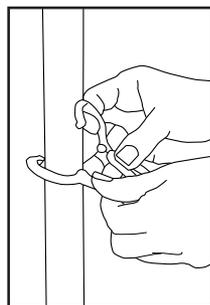

Fig. 3
2. Fixez le dispositif de retenue du cordon autour de la poignée de l'aspirateur (Fig. 3).